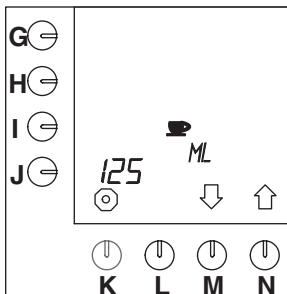

Fig. 24 Inhoud kopje
- Druk op selectietoets (N.)↑ tot fig. 24 in het display verschijnt.